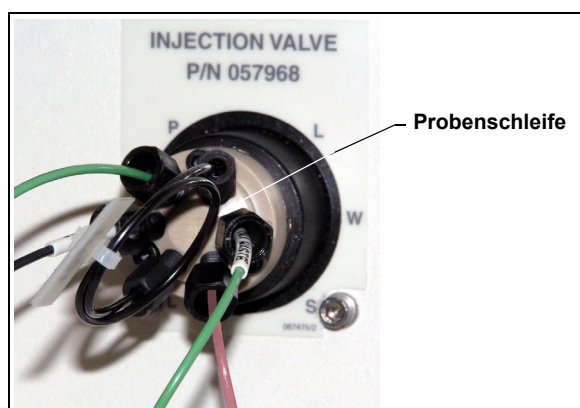

Abbildung 5-6. Injektionsventil des ICS-900
3. Tennen Sie die Probenschleife von den Anschlüssen **L** und **L** auf dem Injektionsventil (siehe Abbildung 5-6).